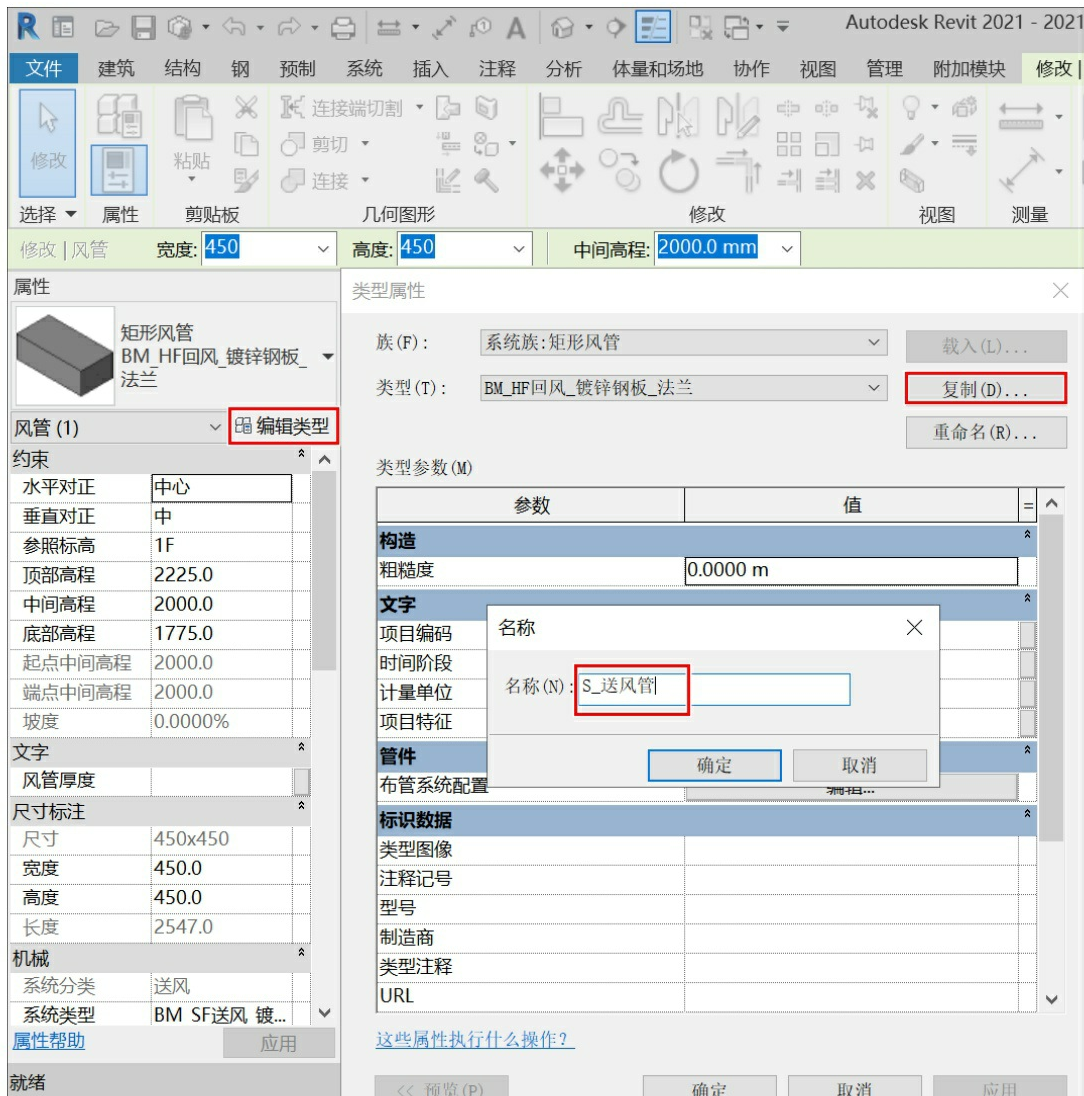

图2-61
(1) 首先来创建送风系统的主风管。单击“系统”选项卡>“HVAC”>“风管”，在“属性”对话框中单击“编辑类型”按钮，打开“类型属性”对话框。单击“复制”按钮弹出“名称”对话框，输入“s_送风管”，单击“确定”按钮，如图2-61所示。